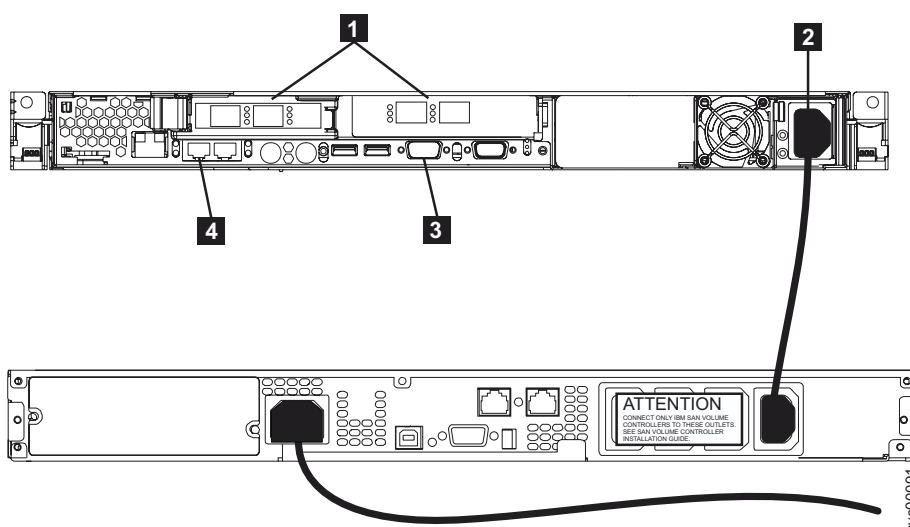

图 1. SAN Volume Controller 2145-8F2 和 2145 UPS-1U 的电源线和信号插座
2. 确保将电源线 **2** 插入 2145 UPS-1U 的负载段插座。同时，确保 2145 UPS-1U 电源线的另一端从 2145 UPS-1U 连接至机架中的分配点。图 1 显示了 SAN Volume Controller 2145-8F2 和 2145 UPS-1U 的接口。